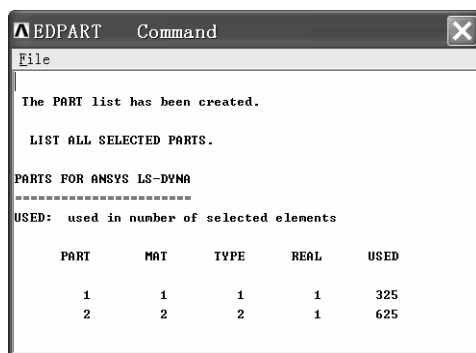

图 1-40 “EDPART Command”窗口
(2) 保持“Parts Data Written for LS-DYNA”窗口中的默认设置不变, 单击该窗口的“OK”按钮, 弹出“EDPART Command”窗口 (见图 1-40)。